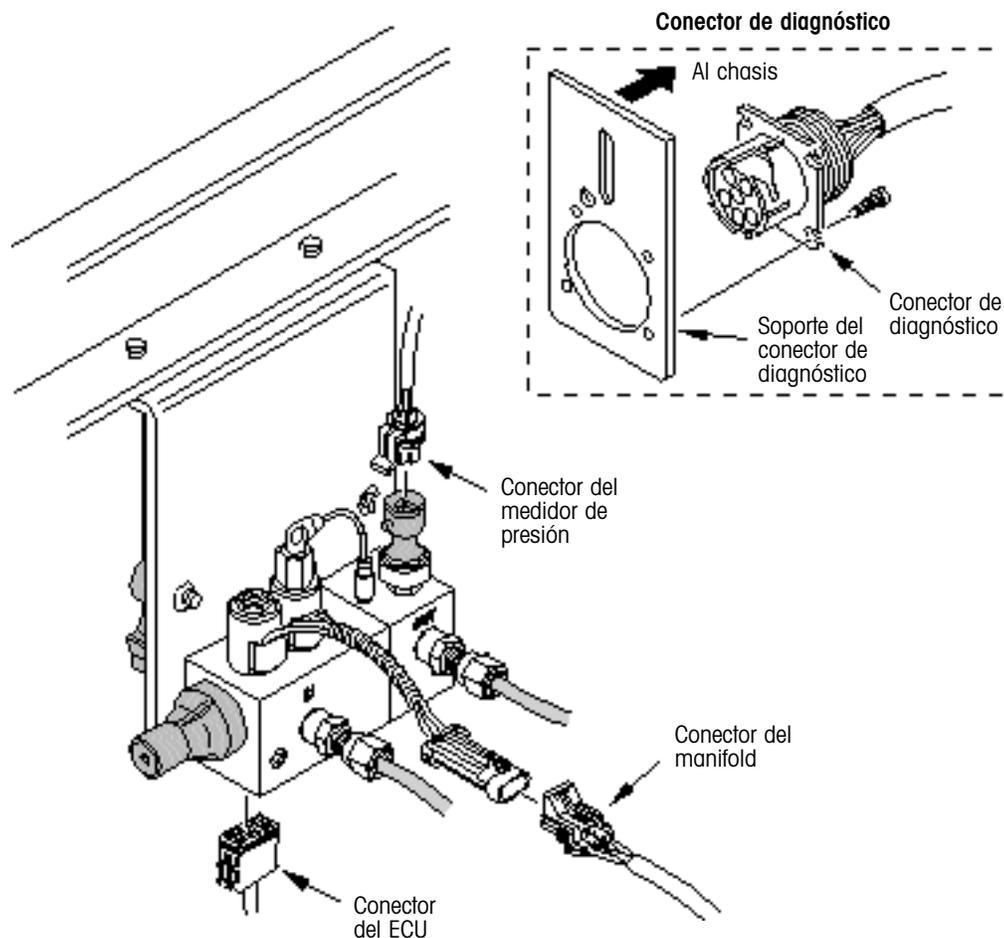

Figura 25. Reemplazo de arnes
3. Desconecte el conector del ECU (figura 25).